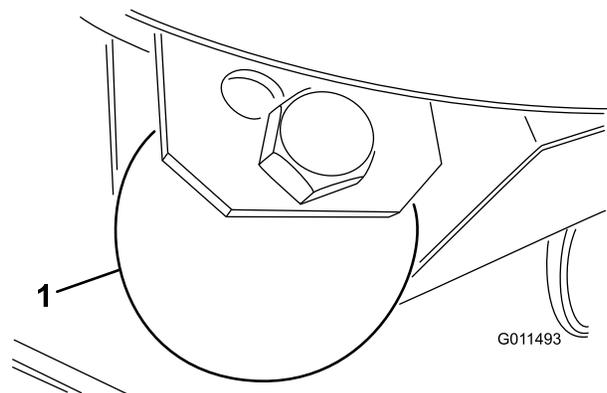

Figura 27
- Rimuovete il bullone e il dado che fissano la ruota limitatrice alle staffe dell'apparato di taglio (Figura 27).